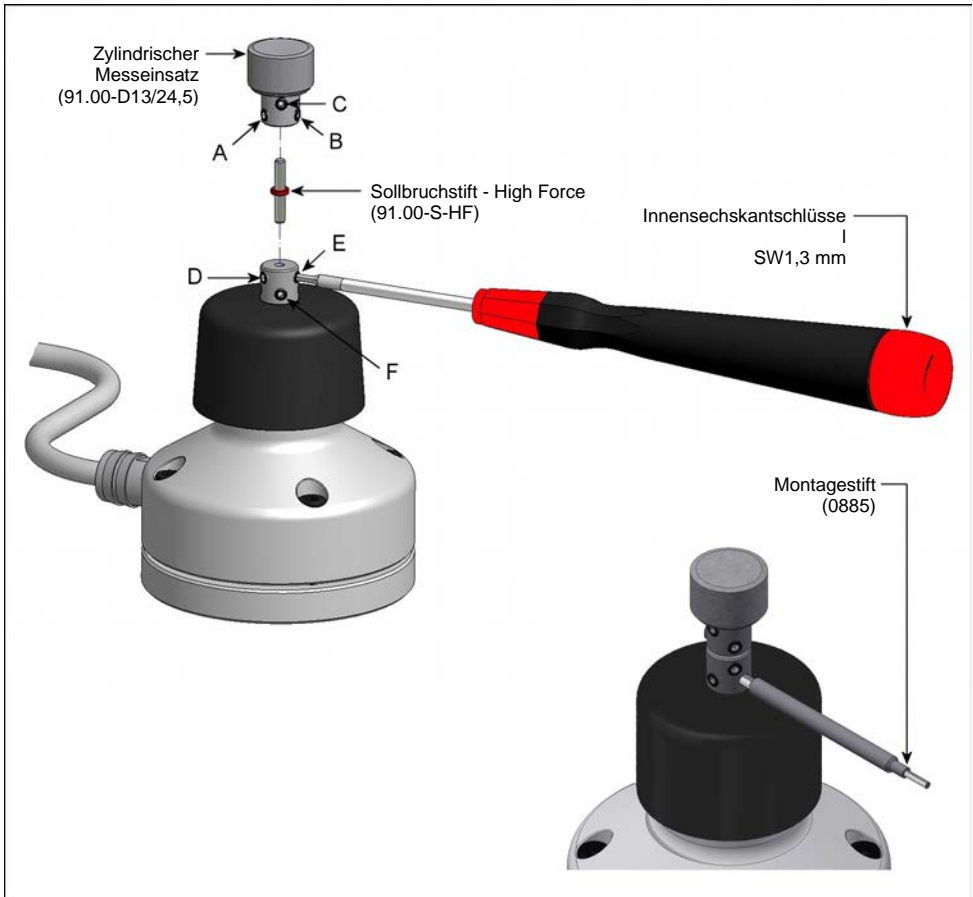

Abb. 7 Messeinsatz wechseln
3. Schlauchverschraubung mit Dichtring in eine entsprechende Bohrung ($\text{\O}16,2$) in der Maschinenwand einsetzen und auf der Rückseite mit der zugehörigen Mutter sichern (siehe Abb. 7).